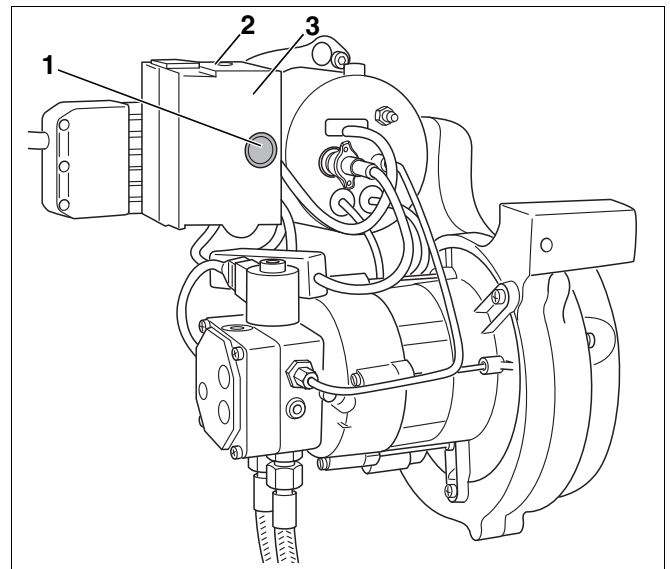

Abb. 30 Entstörtaster und Signalleuchte
- Entlüften Sie das System mithilfe der eingebauten Ölpumpe, nicht durch wiederholtes Drücken des Entstörtasters (Abb. 30, **Pos. 1**).
- Entstörtaster (Abb. 30, **Pos. 1**) länger als eine Sekunde drücken (einschalten). Nach ca. fünf Sekunden geht der Brenner in den Anfahr- bzw. Betriebsmodus (siehe Tabelle 9, „Anzeige des Betriebszustandes des Brenners über die mehrfarbige LED“, Seite 17).
- Entstörtaster drücken (Abb. 30, **Pos. 1**).